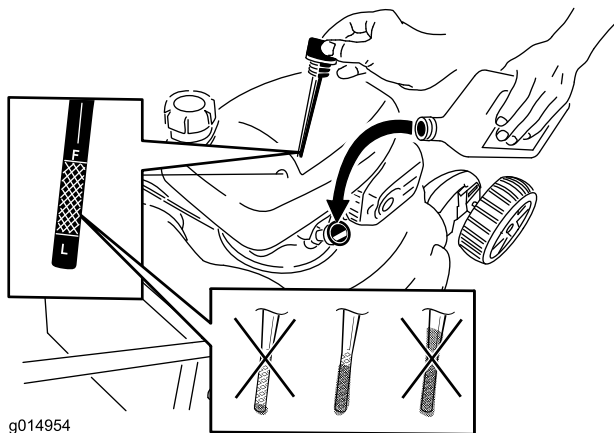

Figura 41
2. Retire la varilla (Figura 41).
4. Vierta **lentamente** aceite en el tubo de llenado hasta que el nivel llegue a la marca **Full** (lleno) de la varilla (Figura 41). **No llene demasiado.** (Capacidad máxima: 0,59 l, tipo: SAE 30, aceite detergente con clasificación de servicio API SF, SG, SH, SJ, SL o superior.)